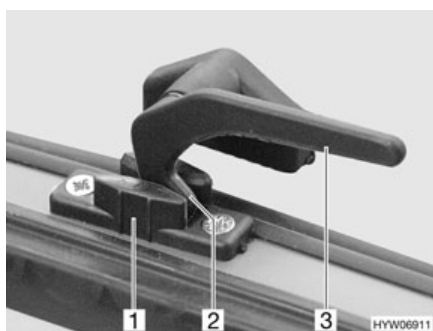

Fig. 53 Levier de verrouillage en position "Aération permanente"
- En position "Aération permanente" (Fig. 53)
- Tourner le levier de verrouillage (Fig. 53,3) d'un quart de tour vers le centre de la fenêtre.
- Remettre le levier de verrouillage en position initiale. Le tenon de verrouillage (Fig. 53,2) doit pénétrer alors dans le logement prévu à cet effet dans le verrouillage de fenêtre (Fig. 53,1).